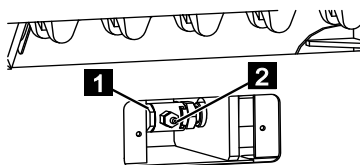

Fig. 233
5. Tourner l'accouplement coulissant (Fig.233/1) de 180° dans le sens des ai-
guilles d'une montre jusqu'à ce que le graisseur (Fig.233/2) soit à l'extérieur.
(Fig.233/2) jusqu'à ce que la chaîne soit tendue.